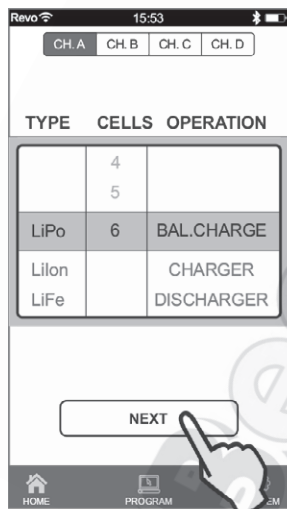

Figure 1
3. Choisissez le type d'accu, le nombre d'élément et les méthodes de charge (Fig. 1).